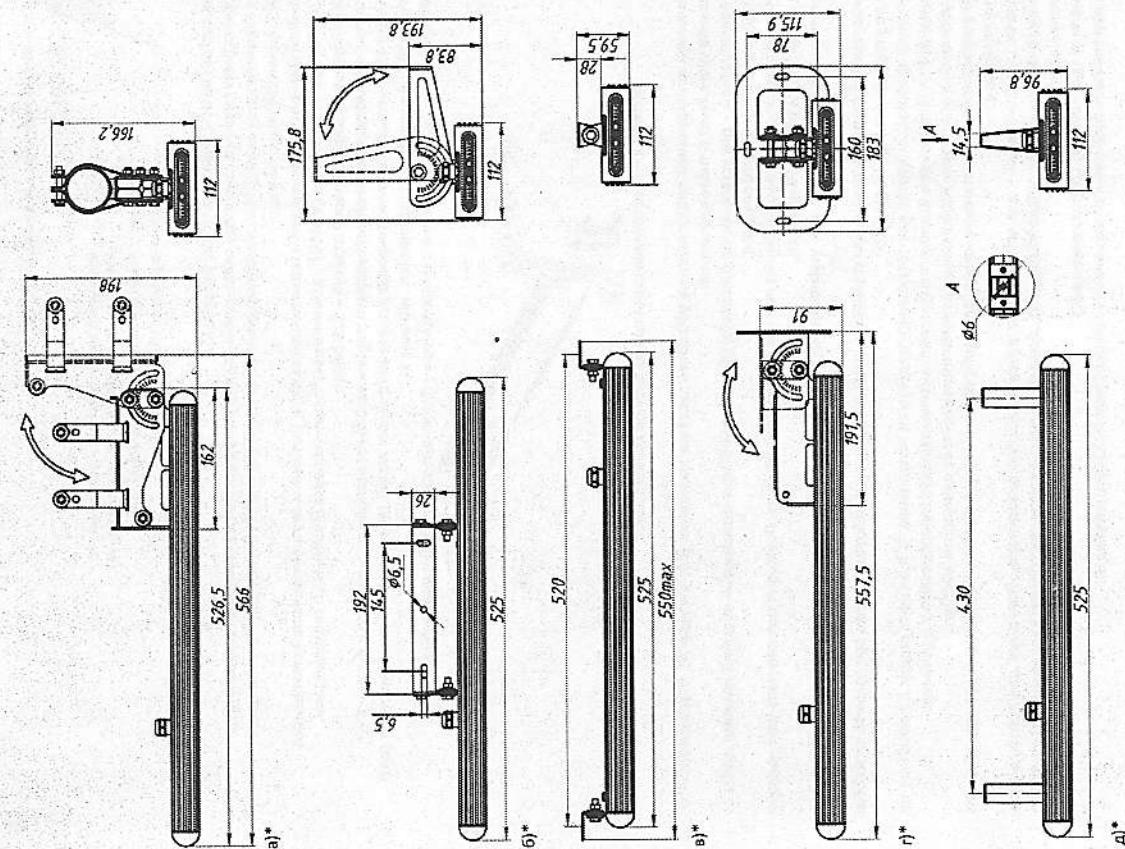

Рисунок 4 – Варианты крепления светильника Element (на примере Element 0,5x1 и Element 1x1):
5.11.1. Распакуйте крепление и установите на светильнике (см. рисунок 4, з). Заверните крепление в паз на корпусе светильника. Для фиксации крепления на корпусе светильника имеются 2 отверстия. Совместите отверстия на креплении с отверстиями на корпусе. Шаг между винтами на креплении должен совпасть с шагом между винтами на корпусе. Вкрутите два винта М5, идущих в комплекте для фиксации крепления на корпусе светильника. Крепление должно встать симметрично поперечной оси светильника.